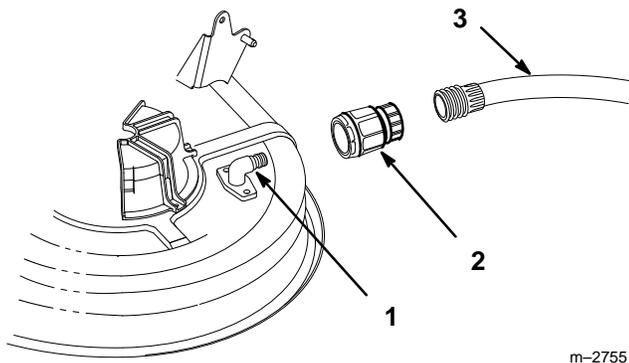

Figure 53
- Visser le raccord de lavage sur un tuyau d'arrosage, le connecter à l'embout de lavage du carter de tondeuse, et ouvrir l'eau en grand (Fig. 53).